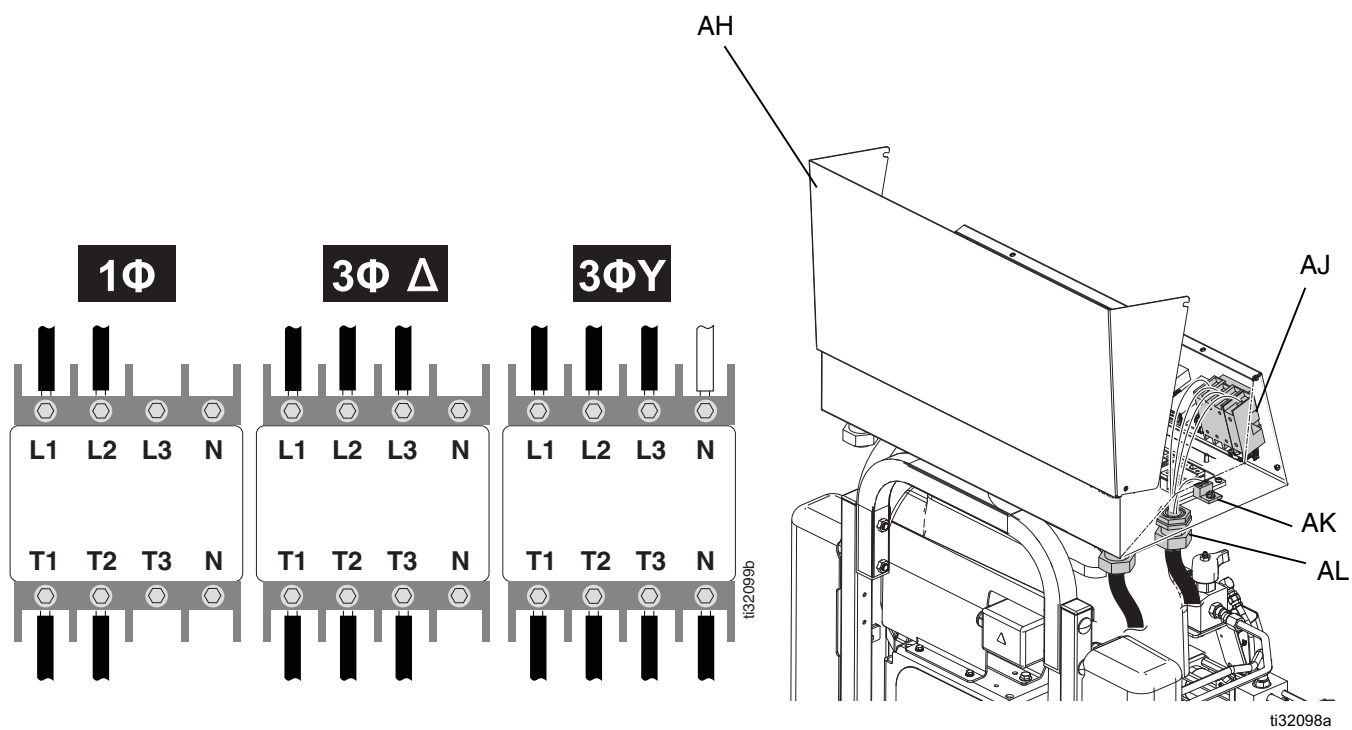

FIG. 8: Raccordement des fils d'alimentation entrants
2. Tournez l'interrupteur d'alimentation principale (CE) sur OFF (Arrêt).
3. Ouvrir la porte du boîtier électrique (AH) en desserrant les boulons (BH) et en relevant la porte. Voir la FIG. 8.
4. Faites passer le cordon d'alimentation dans le passe-fils du cordon d'entrée électrique (AL) dans le coffret électrique (C). Serrer l'attache du cordon électrique (AL). Voir la FIG. 8.
5. Raccordez les fils d'alimentation entrants aux cosses débranchables principales (AJ) et à la cosse de mise à la terre principale (AK) comme illustré à la FIG. 8. Serrez au couple de 6,2 N•m. Tirez doucement sur tous les branchements pour vérifier qu'ils sont correctement installés.
- a. **230 V, monophasé** : À l'aide d'une clé Allen de 5/32 ou 4 mm, branchez deux cordons d'alimentation sur L1 et L2. Raccorder le vert à la terre (AK).
- b. **230 V, triphasé** : À l'aide d'une clé Allen de 5/32 ou 4 mm, branchez trois cordons d'alimentation sur L1, L2 et L3. Raccorder le vert à la terre (AK).
- c. **400 V, triphasé** : À l'aide d'une clé Allen de 5/32 ou 4 mm, branchez trois cordons d'alimentation sur L1, L2 et L3. Raccorder le fil neutre sur N. Raccorder le fil vert sur la cosse de mise à la terre (AK).
6. Vérifiez que tous les éléments sont correctement branchés comme illustré à la FIG. 8. Fermez la porte du coffret électrique (AH) et serrez les boulons (BH).